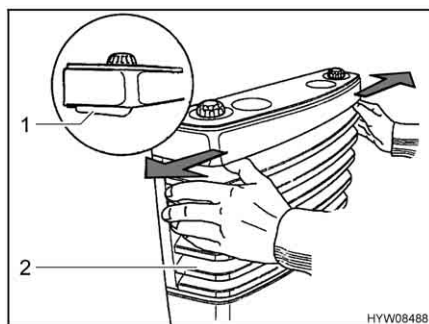

Bild 142 Ta bort höljets framdel från värmeaggregatet
- Tag bort värmeaggregatets hölje (Bild 142,2). Tryck de båda låshakarna (Bild 142,1) utåt samtidigt och fäll höljet framåt.